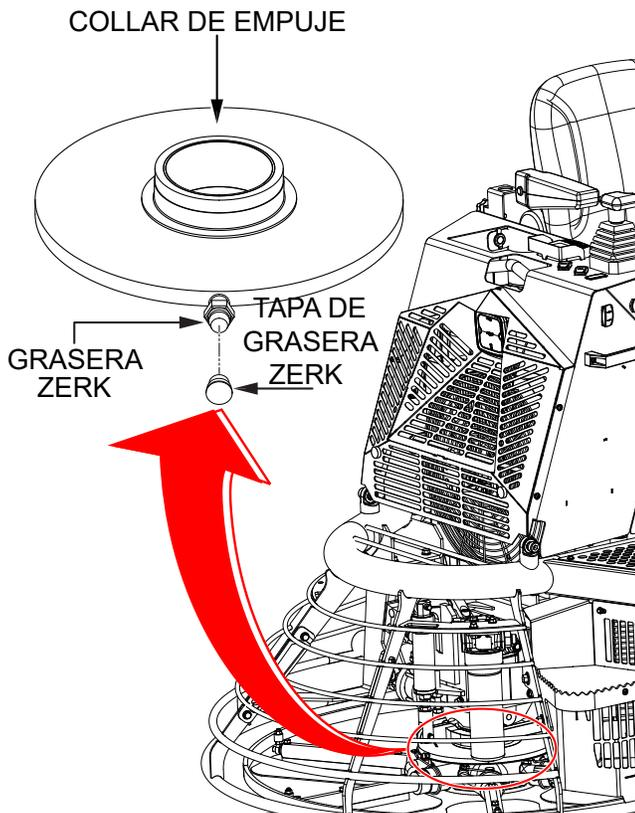

Figura 45. Lubricación de los collares de empuje
1. Localice la graserá zerk en uno de los collares de empuje (Figura 45). Quite la tapa de la graserá zerk y apártela.